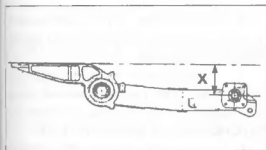

Рис. 6.43
2. Соблюдайте положение оси торсиона по вертикали – размер  $X = 156 \pm 3,5$  мм между опорной поверхностью кронштейна и осью цапфы ступицы колеса (рис. 6.43).